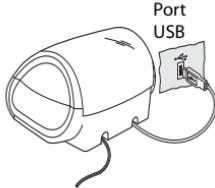

Figure 6
- 6 Lorsque l'installateur du logiciel vous le demande, branchez le câble USB dans un port USB. (Figure 6)